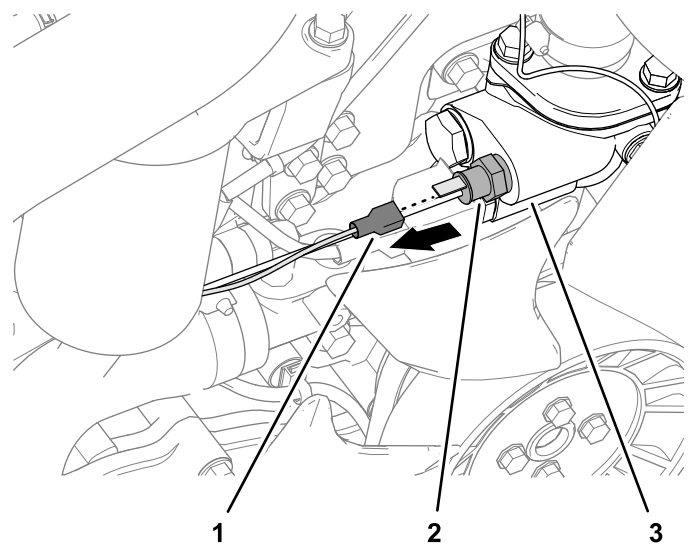

Figure 22
1. Déposez la borne à douille de la sonde de température du liquide de refroidissement (Figure 22).